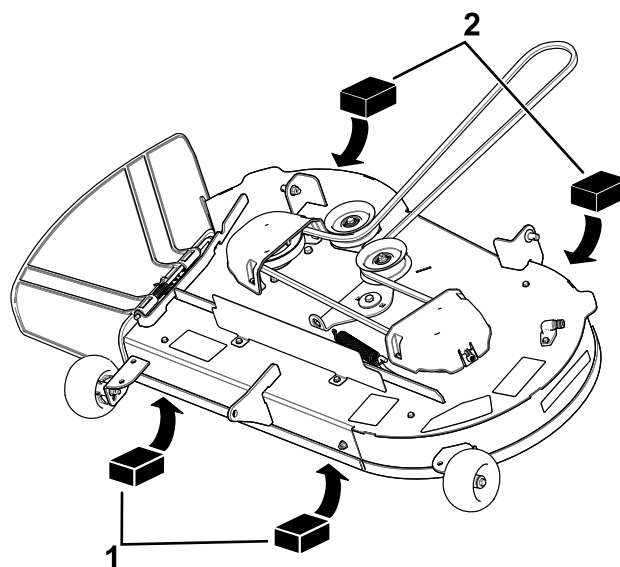
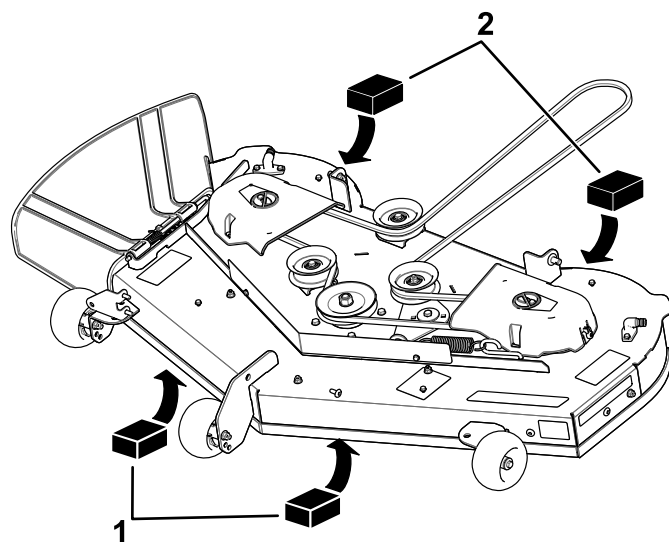

Bild 71
Bild 72
4. Legen Sie zwei 6,6 cm dicke Blöcke an jeder Seite unter die vordere Kante des Mähwerks, jedoch nicht unter die Halterungen der Antiskalpierrollen (Bild 71 oder Bild 72).
5. Legen Sie zwei 7,3 cm dicke Blöcke unter die hintere Kante des Mähwerks, einen an jeder Seite des Mähwerks (Bild 71 oder Bild 72).